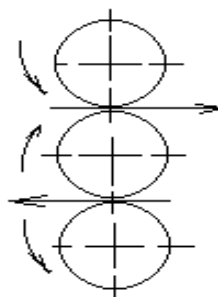

Рис. 1. Схема тривалкового стану
2) Тонколистовий метал виготовляється на листопрокатних станах в гарячому і холодному стані. Прокатні листи поділяються на два види тонкостінні (до 4 мм) та товстостінні (більше 4 мм). Товстостінний лист прокатують на тривалкових станах (рис. 1.), який має комплект валків, що розташовані один над одним з постійним напрямом їх обертання. Заготовка, що прокатується, після пропускання між нижнім і середнім валками піднімається і пропускається назад між середнім і верхнім. Діаметр робочих валів становить 1000 мм. Для прокатування тонкостінних листів використовують два комплекти валів, з яких перший є двух валковим, а другий – трьох валковий. Після перших валків лист дістають близько 2 мм, далі проводять одночасне пропускання через стан кілька листів, накладених один на одного. Гарячекатані листи далі направляють на правку і обрізання кромки. Холодне прокатування листів проводять для підвищення твердості за рахунок загартування, а також з метою отримання точних і чистих поверхонь.